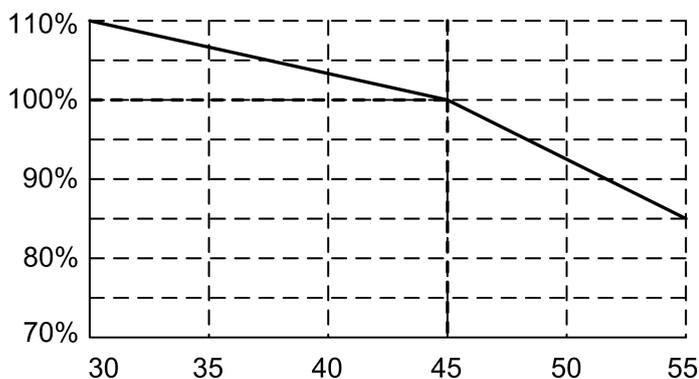
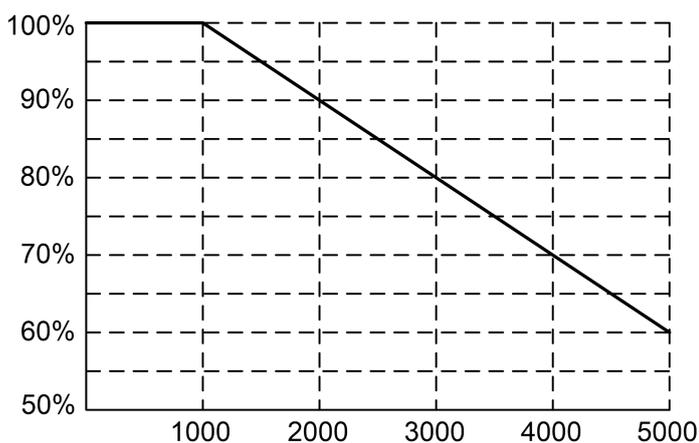

图3-1 额定输出电流与环境关系
图3-2 额定输出电流与海拔高度关系
- (1) 不要安装在多导电尘埃、金属粉末、腐蚀性、爆炸性气体的场所，振动小于0.5G；
- (2) 使用温度：-10~45 °C，由于环境温度变高造成控制器散热效果变差，有必要降额使用，额定电流与环境温度关系如图3-1所示；
- (3) 湿度：≤90%RH，无水珠凝
- (4) 海拔高度：在海拔高度超过1000米的地区，由于空气稀薄造成控制器散热效果变差，按GB/T3859.2-93标准要求有必要降额使用，额定电流与海拔高度的关系如图3-2所示。